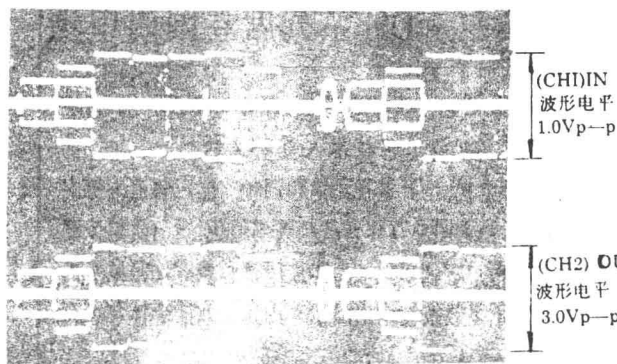

图10 ACC IN/OUT 电平
(4) ACC(自动色度控制)输入、输出电平的确认(REC 状态): LINE IN 输入 PAL 彩条信号, 示波器 CH1 接 TL316(IN), 示波器 CH2 接 TL317(OUT)。要求 IN(CH1)为标准值 $\pm 25\%$, OUT(CH2)为标准值 $\pm 25\%$, 见图 10 所示。